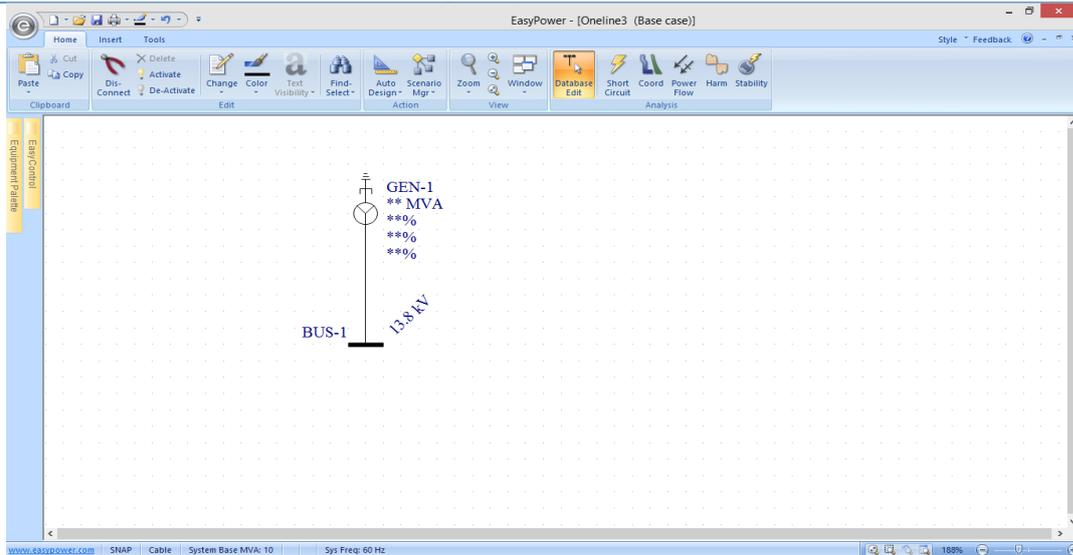

Figura 2.7: Representación de un Generador.
En la figura 2.7 se puede observar la representación de un generador sincrónico en el área de trabajo del Easy Power. (1)